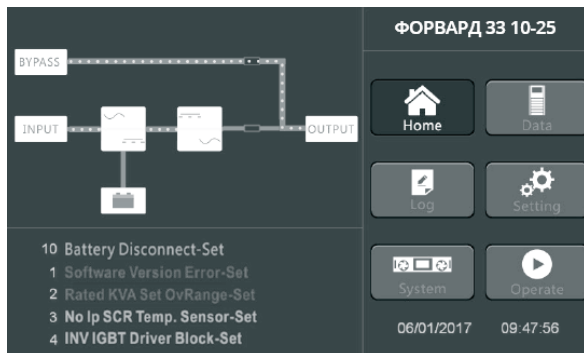

Рис. 5-3 Запуск инвертора
6. После включения байпаса начнется запуск инвертора, загорится соответствующий индикатор (см. рисунок 5-3).